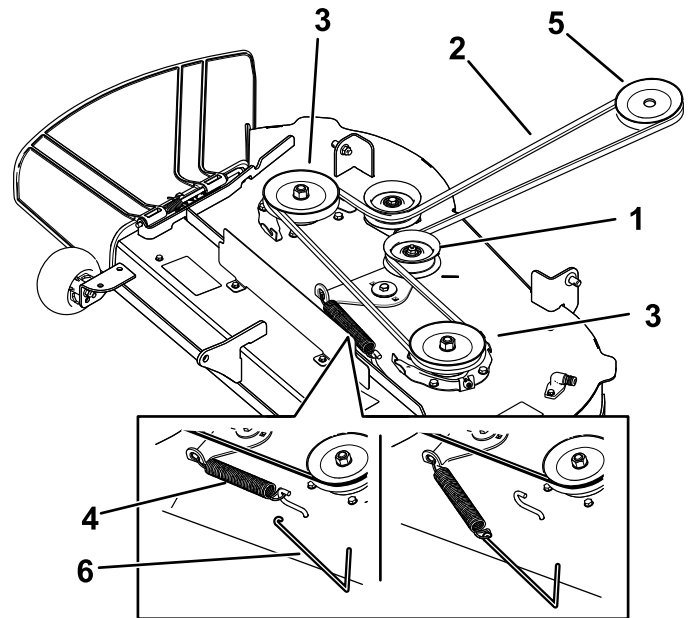
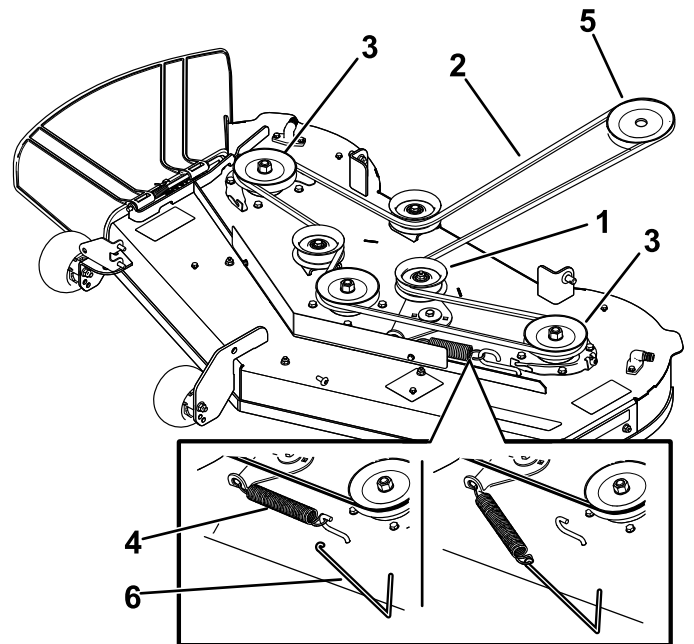

Bild 54
Bild 55
6. Entfernen Sie die Spannscheibenfeder mit einem Werkzeug zur Federentfernung (Toro-Bestellnummer 92-5771) vom Mähwerkhebel, um die Spannung von der Spannscheibe zu nehmen, und rollen Sie den Riemen von den Riemenscheiben (Bild 54 oder Bild 55).
7. Verlegen Sie den neuen Riemen um die Motor- und Mähwerkriemenscheiben (Bild 54 oder Bild 55).
8. Setzen Sie die Spannscheibenfeder mit einem Werkzeug zur Federentfernung (Toro Bestellnummer 92-5771) auf den Mähwerkhaken, um die Spannscheibe und den Mähwerkriemen zu spannen (Bild 54 oder Bild 55).